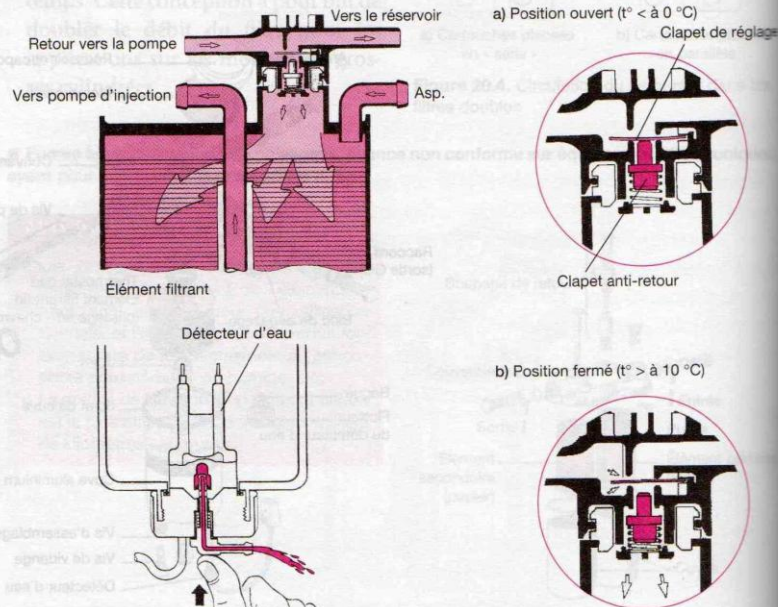

Figure 22.2. Filtre VAG avec clapet de préchauffage et purge d'eau à poussoir (Doc. VAG)
- témoin de niveau d'eau, commandé par un détecteur (fig. 22.2) ;
- clapet de réchauffage : récupération du combustible de retour provenant de la pompe d'injection ; au niveau de l'aspiration du filtre (fig. 22.2) ;